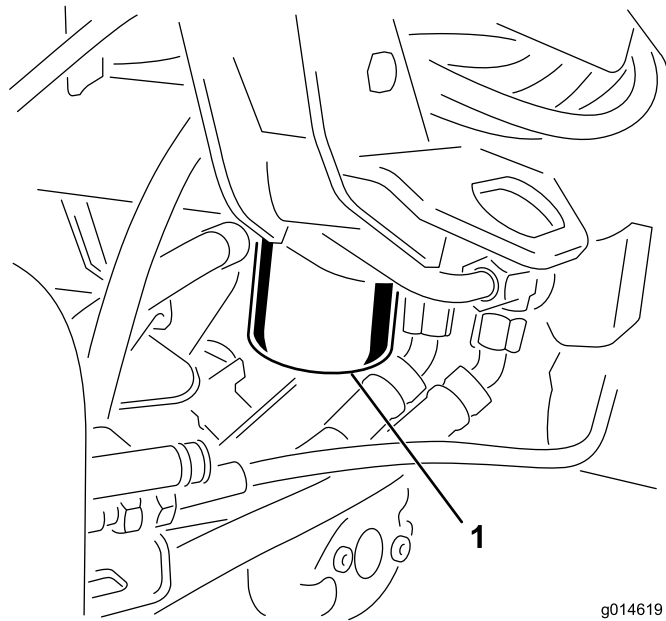

図 42
1. フィルタ容器の周辺をウェスできれいにぬぐう 図 42。フィルタの下に廃油受けを置いてフィルタを外す。